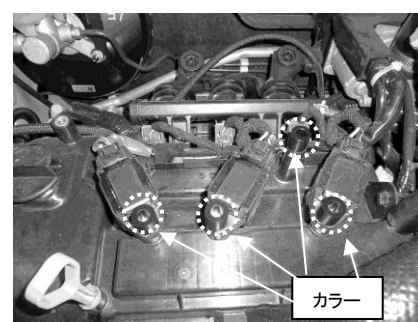

図 9
- 7) プラグキャップを固定しているボルトを取り外し、エアクリーナーBOX を固定していたボルト穴と合わせてキット付属のカラー 4 個をそれぞれ配置します。(図 9 参照)